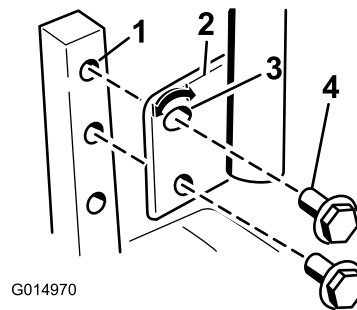

Figure 24
- Retirez les 2 boulons qui fixent le levier de commande à l'arbre du bras de commande (Figure 24).
- Placez le levier de commande dans les trous suivants. Fixez le levier avec les 2 boulons (Figure 24).
- Desserrez le boulon inférieur jusqu'à ce qu'il soit possible de faire pivoter le levier de commande en avant ou en arrière (Figure 24). Serrez les deux boulons pour fixer la commande à sa nouvelle position.